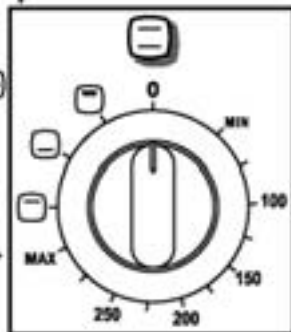

Рис. 14
- Управление духовкой (плиты **2142** и **2162**) производится одной ручкой, совмещенной с терморегулятором (рис.14).